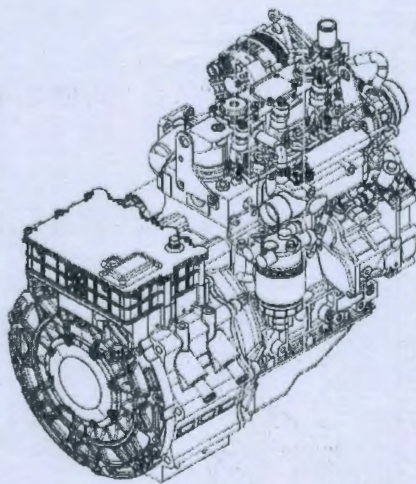

图 1: 增程器外形图
4.1.3 15kW-3M78 柴油增程器机组外形见图 1, 安装尺寸详见图 2-图 5。